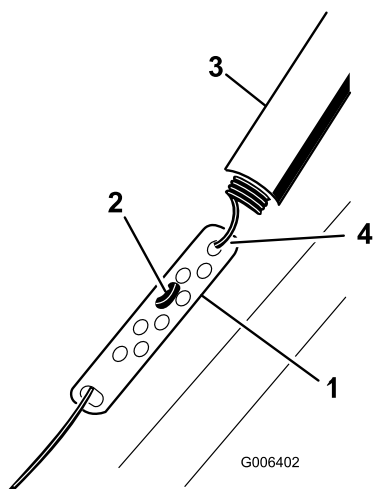

Figura 18
1. Glisați în sus capacul arcului și desprindeți arcul de pe tija de reglare (Figura 18).
pentru a obține un spațiu de 2 mm - 3 mm între bara de comandă și mâner (Figura 18).